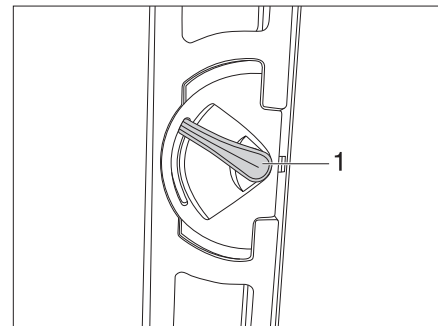

Fig. 22 Cerradura de la puerta de entrada, en el interior, bloqueada
- Presionar hacia arriba unos 45° el tirador de la puerta (Fig. 22,1) y dejarlo en esta posición.